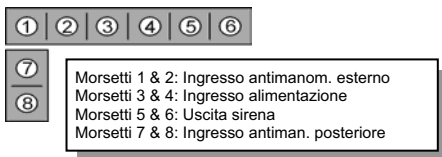

Figura 2: Collegamenti fili
4. Collegare un trasformatore da 12Vc.c. o 9Vc.a, 500mA, ai morsetti 3 e 4 sulla morsettiera sirena (polarità non è importante) – vedere la figura 2.
19. Collegare il trasformatore alla morsettiere e la batteria di riserva al connettore batteria. – vedere la figura 2 per ulteriori informazioni sui collegamenti dei cavi.